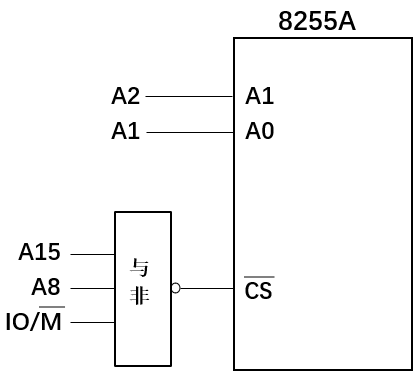

图 1 8255A 的地址译码电路
- （2） 执行到指令①处时，SP 寄存器的值是多少？
- （3） 执行到指令②处时，SP 寄存器的值是多少？
3. 8255A 的地址译码电路如图 1 所示，写出端口 A、B、C 和控制字寄存器的地址。设 A、B、C 口均工作在方式 0，A 和 C 口上半部设置为输入，B 和 C 口下半部设置为为输出，写出 8255A 的控制字。8255A 的控制字格式见附录 2。